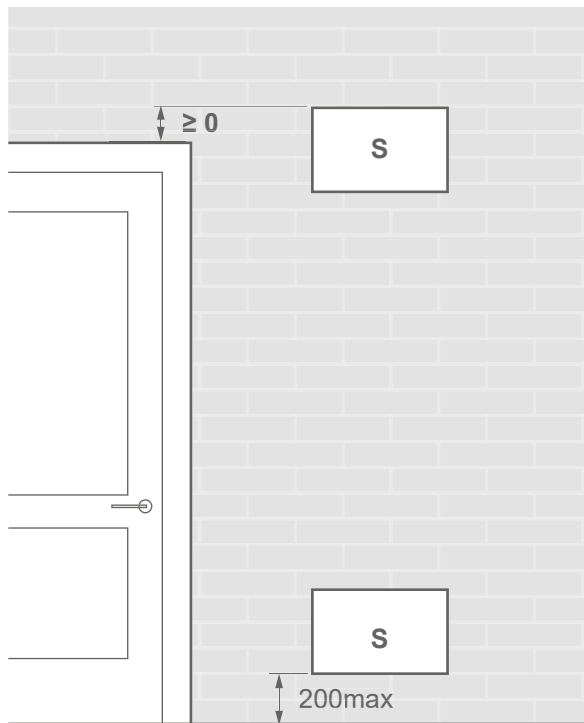

fig. 21 - Plaats van ventilatieopeningen
- De ruimte beschikt over natuurlijke ventilatie naar een andere ruimte waarvan de som van de volumes van de tweeruimtes groter is dan "koudemiddel" (in kg) / 0,3 kg/m³. De ventilatieopeningen tussen de twee delen worden geleverd door openingen van ten minste: Zie *fig. 22 en fig. 21*.